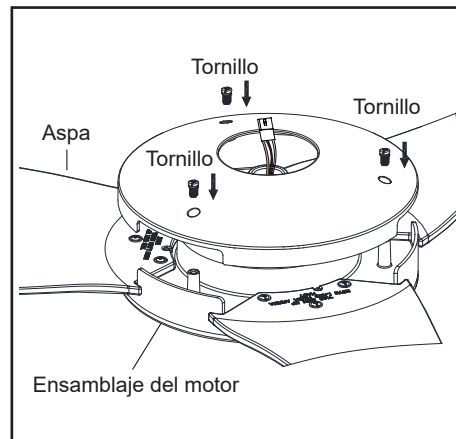

Figura 7
3. Coloca la carcasa superior en el conjunto del motor del ventilador, asegúrala con los tornillos y apriétala (Figura 7).